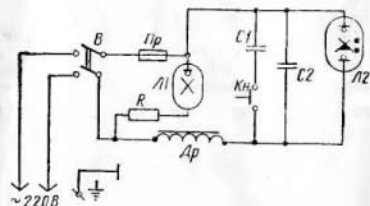
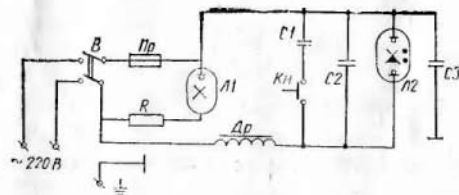

Рис. 2. Схема электрическая принципиальная:
Рис. 3. Схема электрическая принципиальная
4.2. Схема электрическая принципиальная для ОКМ-9 приведена на рис. 2, для ОКБ-30 — на рис. 3.